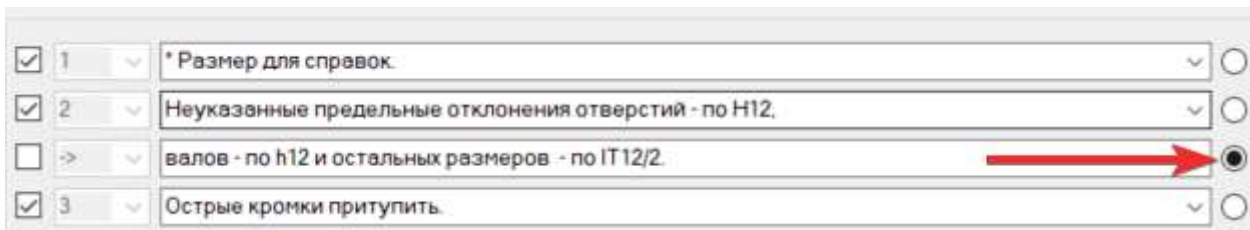

Рис. 59 – Переключатель, указывающий на последнюю строку в ТТ до разрыва
1. Установите переключатель (рис. 59) рядом с записью, которая будет последней в первой части заметки.